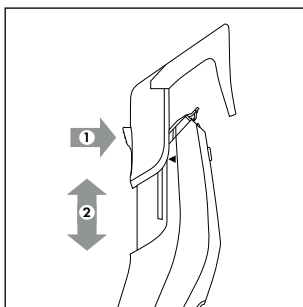
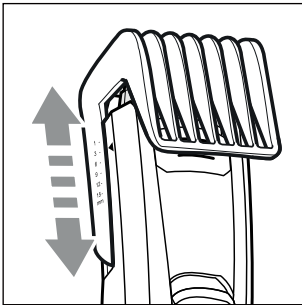

Fig. 3
Fig. 4
- ◆ Pulse el botón de la parte trasera del accesorio con peine ⑩/⑪ y deslice el accesorio con peine ⑩/⑪ hacia arriba o hacia abajo (consulte la fig. 3). Así podrá ajustar la longitud de corte deseada (consulte también el capítulo **Corte del cabello**).
- ▶ Es posible que la longitud de corte varíe ligeramente con respecto al ajuste del accesorio con peine ⑩/⑪ en función del ángulo de corte.
- ▶ Tras el ajuste, asegúrese de que el accesorio con peine ⑩/⑪ siga firmemente asentado sobre el cabezal de corte ①.
- 3) Ajuste la longitud de corte deseada en el accesorio con peine **10/11**. Para ello, pulse el botón de la parte trasera del accesorio con peine **10/11** y deslice el accesorio con peine **10/11** hacia arriba o hacia abajo (consulte la fig. 3). La longitud de corte está marcada en el lateral del accesorio con peine **10/11** (consulte la fig. 4). Comience primero con una mayor longitud de corte y ajuste progresivamente longitudes menores durante el corte.
- ◆ Ajuste la longitud de corte deseada en el accesorio con peine **10/11**. Para ello, pulse el botón de la parte trasera del accesorio con peine **10/11** y deslice el accesorio con peine **10/11** hacia arriba o hacia abajo (consulte la fig. 3). La longitud de corte está marcada en el lateral del accesorio con peine **10/11** (consulte la fig. 4). Recorte ahora la barba progresivamente.